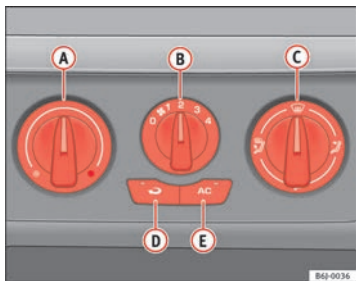

Abb. 88 In der Instrumententafel: Bedienelemente der Heizung
- Drehen Sie den Temperaturregler ⇒ Abb. 88 **A** nach links.
- Drehen Sie den Temperaturregler ⇒ Abb. 88 **A** nach rechts, bis die gewünschte Heizleistung erreicht ist.
- Drehen Sie den Temperaturregler ⇒ Abb. 88 **A** ganz nach rechts auf die höchste Heizleistung.
- Drehen Sie den Temperaturregler ⇒ Seite 127, Abb. 88 (A) in den Heizbereich.
- Drehen Sie den Gebläseschalter (B) in die Gebläsestufen 2 - 3.
- Düsen (3) schließen.
- Öffnen Sie die Düsen (4) und richten Sie sie auf die Seitenfenster.